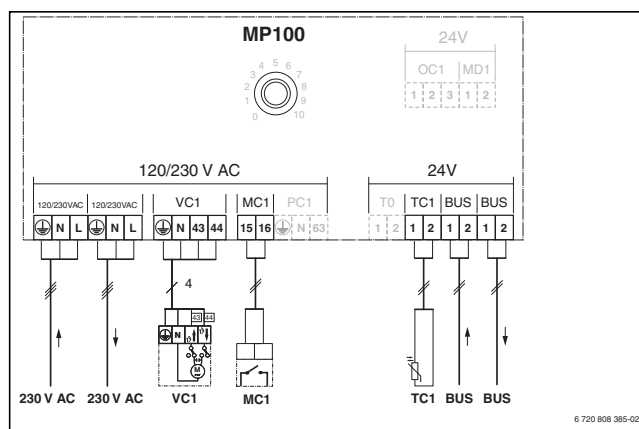

Fig. 67
- ▶ Installer MP100 (→ notice du module de piscine et fig. 67).